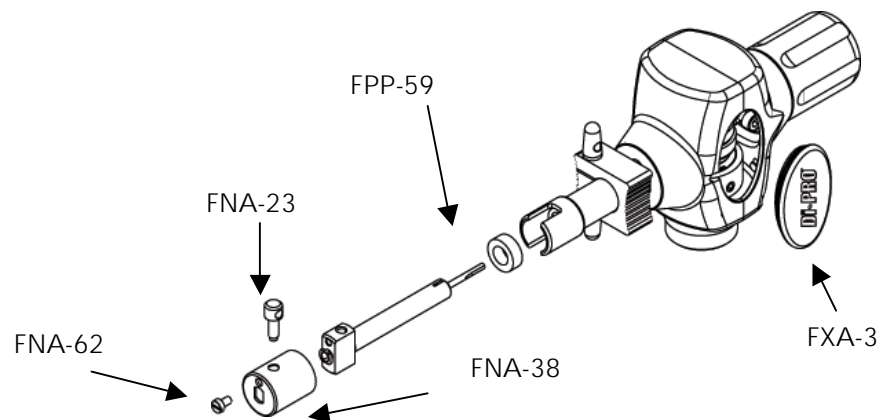

Abb. 10 Symbolzeichnung
3. Die Feststellschraube (FNA-23) entfernen (siehe Abbildung 10).
4. Schraube (FNA-62) bzw. Mutter (bei der Handfeilmaschine FXK) entfernen (siehe Abbildung 10).
5. Die Werkzeughalterkappe (FNA-38) durch Drehen um 90° und Herausziehen ausbauen (siehe Abbildung 10).